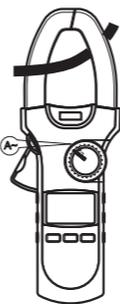

图 10
- ① 关断待测量导体的电流;
- ② 按住扳机打开钳头, 将钳头夹取待测导体, 然后缓慢地放开扳机, 直到钳头完全闭合, 请确定待测导体是否被夹取在钳头的中央, 未置于钳头中心位置会产生±1.0%读数附加误差;
- ③ 按ZERO键使显示归零;(待读数稳定在最小值状态, 按ZERO键清零)
- ④ 开启待测量导体的电流, 读取钳表稳定后的数值。
- ⑤ 如此测量的结果将可得到更准确的直流电流读数。
8. 交流电流测量 (A) (见图10)